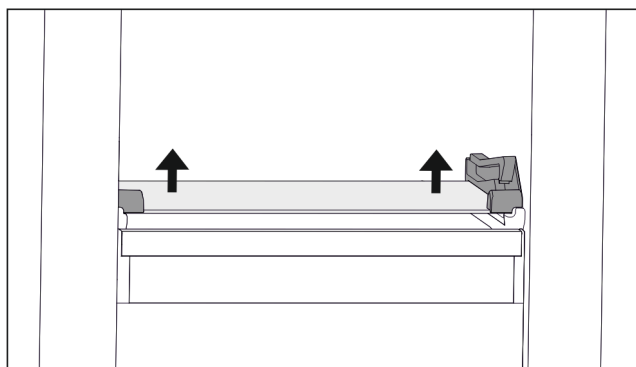

Fig. 108 Skleněná deska odklápěcí zásuvky
- ▶ Vytlačte skleněnou desku zdola na obou stranách nahoru. (viz Fig. 108)